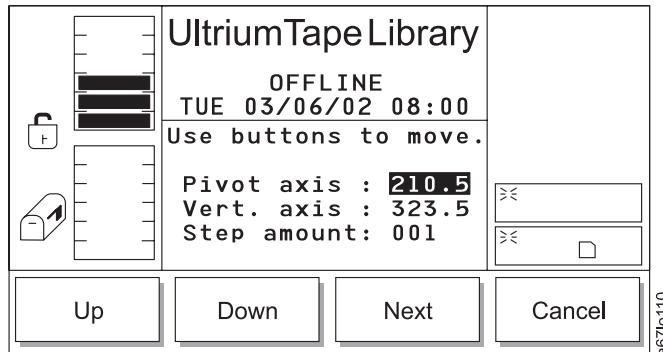

Abbildung 178. Achsendifalog
- Wird **OK** ausgewählt, erscheint der Achsendifalog (siehe Abb. 178).
Tabelle 127. Übersetzung von Abb. 178 auf Seite 191, Achsendialog